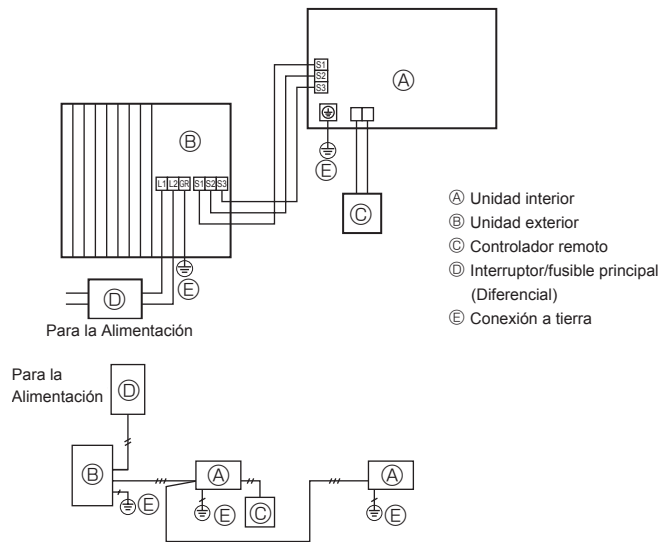

Fig. 6-1
### 6.1. Unidad exterior (Fig. 6-1, Fig. 6-2)
- ① Extraiga el panel de servicio.
- ② Tienda los cables de acuerdo con la Fig. 6-1 y Fig. 6-2.